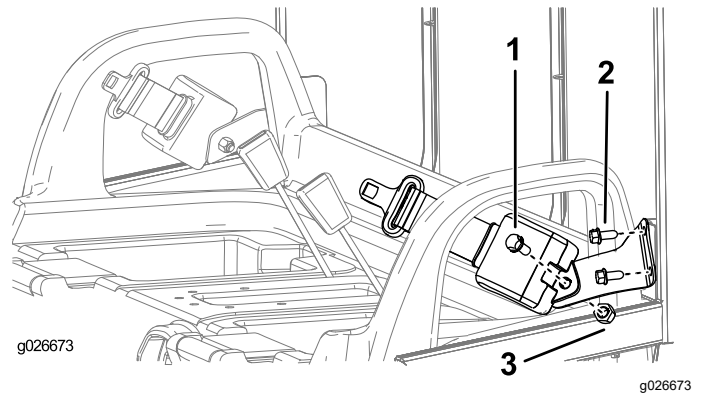

Figure 8
1. Fixez un support de ceinture de sécurité sur chacune des pattes de la structure ROPS à l'aide de 2 boulons (3/8 po), comme montré à la Figure 8.
3. Fixez l'extrémité rétractable de chaque ceinture de sécurité à chaque support d'ancrage au moyen d'un boulon (7/16 po) et d'un écrou (7/16 po), comme montré à la Figure 8.